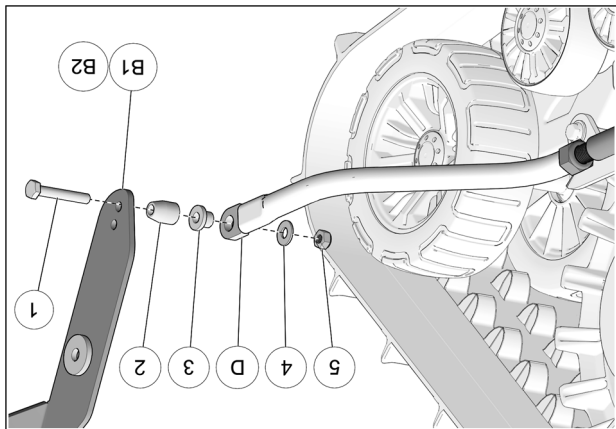

Fig. 11
11. Fixer le bras stabilisateur (D) au trou inférieur de l'ancrage de suspension (B1-B2) en utilisant le boulon (1), l'espacer conique (2), la douille à rebord (3), la rondelle (4) et l'érou autobloquant (5). Serrer à un couple de 50 Nm [37 lb-pi]. Voir la Fig. 11